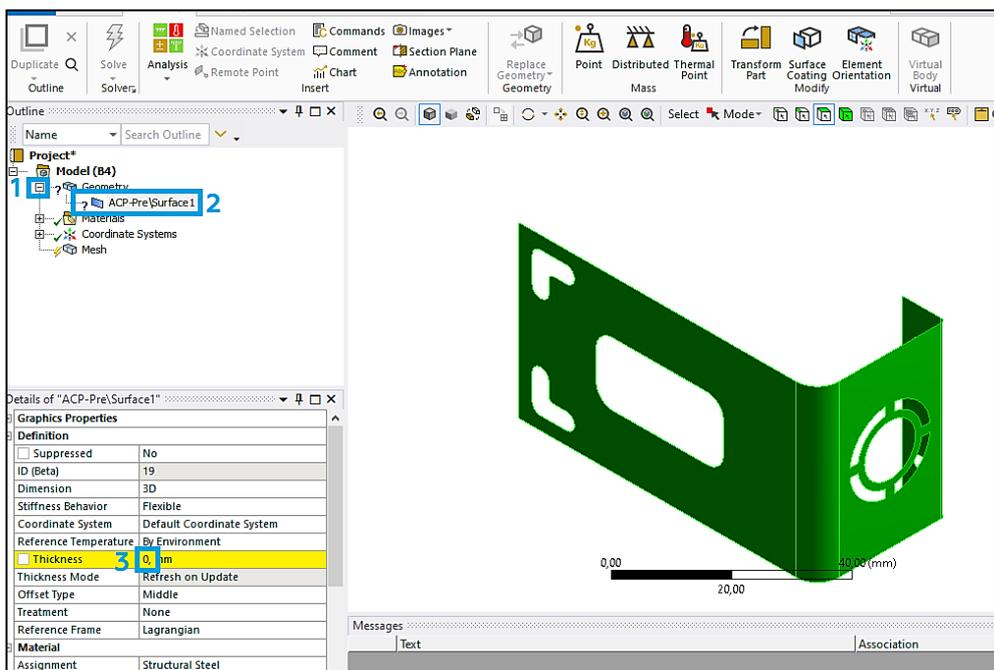

Рис. 15. Задание толщины пластины
12.2. В открывшемся окне раскрываем вкладку **Geometry (1)**, выделяем геометрию (2) и задаём толщину (3) 0,5 мм (рис. 15).